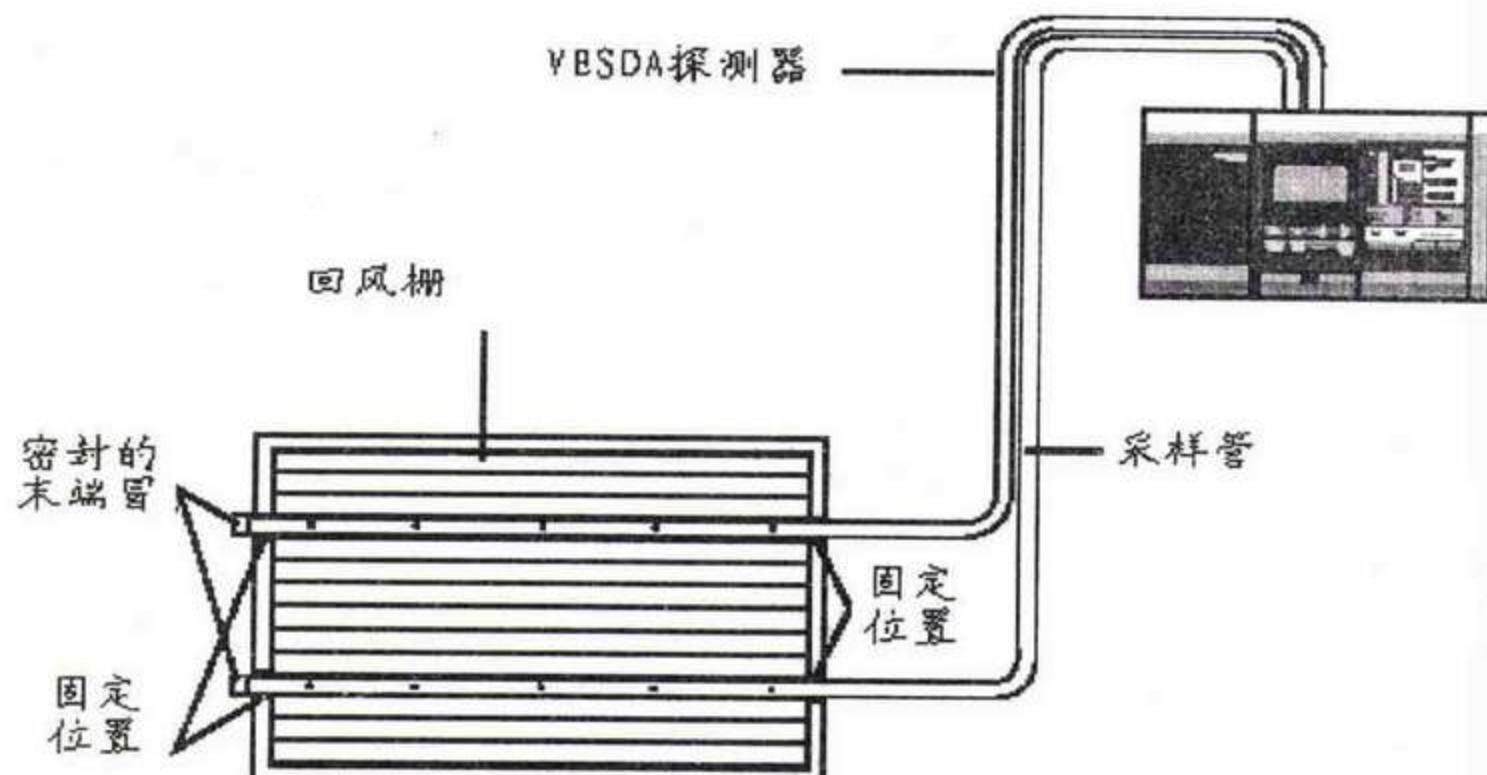

图 26：回风格栅采样
4. 较大的格栅要求至少两根采样管以覆盖整个面积，如图 26 所示。